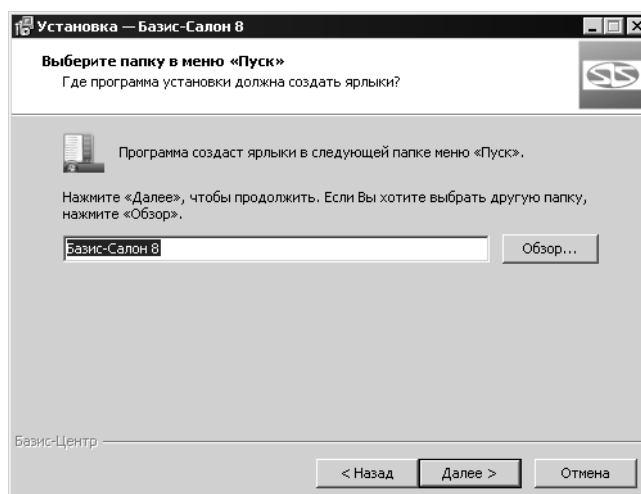

Рис. 1.8.
6. Укажите папку Главного меню Windows, в котором будут созданы ярлыки для запуска приложений (рис. 1.8).